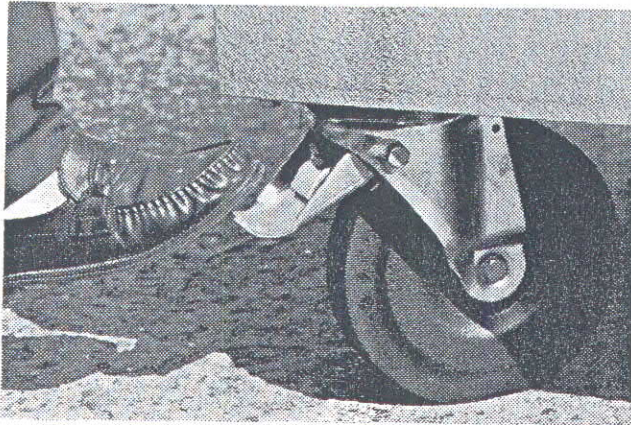

Bild 4: Arretiervorrichtung (28) an der Lenkrolle (29) der Standardfahrvorrichtung
(29) mit der Feststellvorrichtung (28), wie es Bild 4 zeigt. Bei luftbereiften